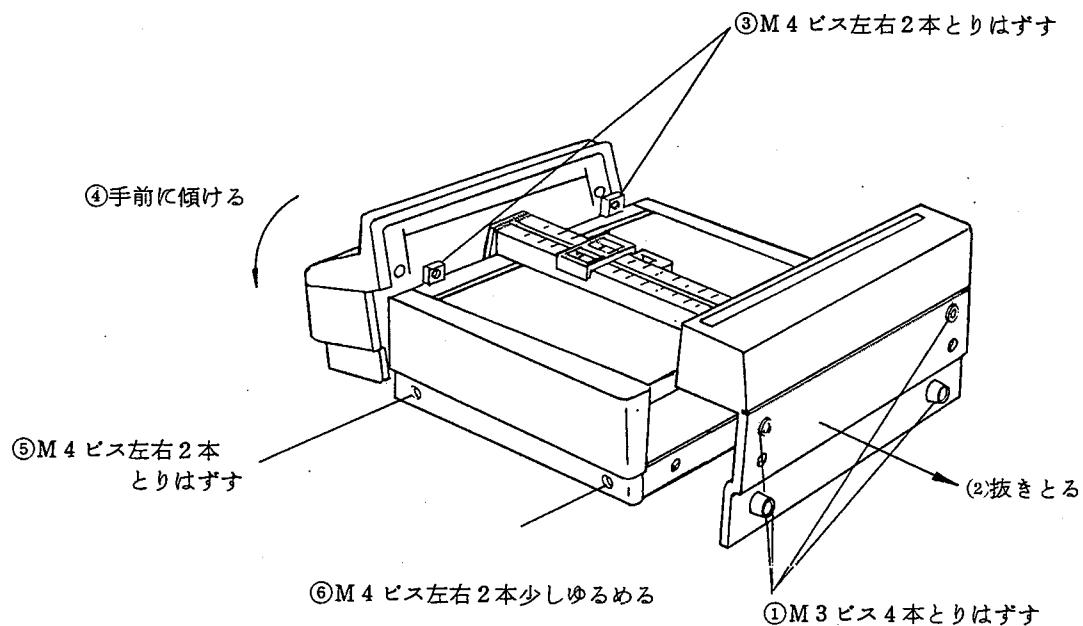

図 1
1. 図1⑥番目のビス2本は少しゆるめるだけにしてとりはずさないでください。開閉の時の支点になります。